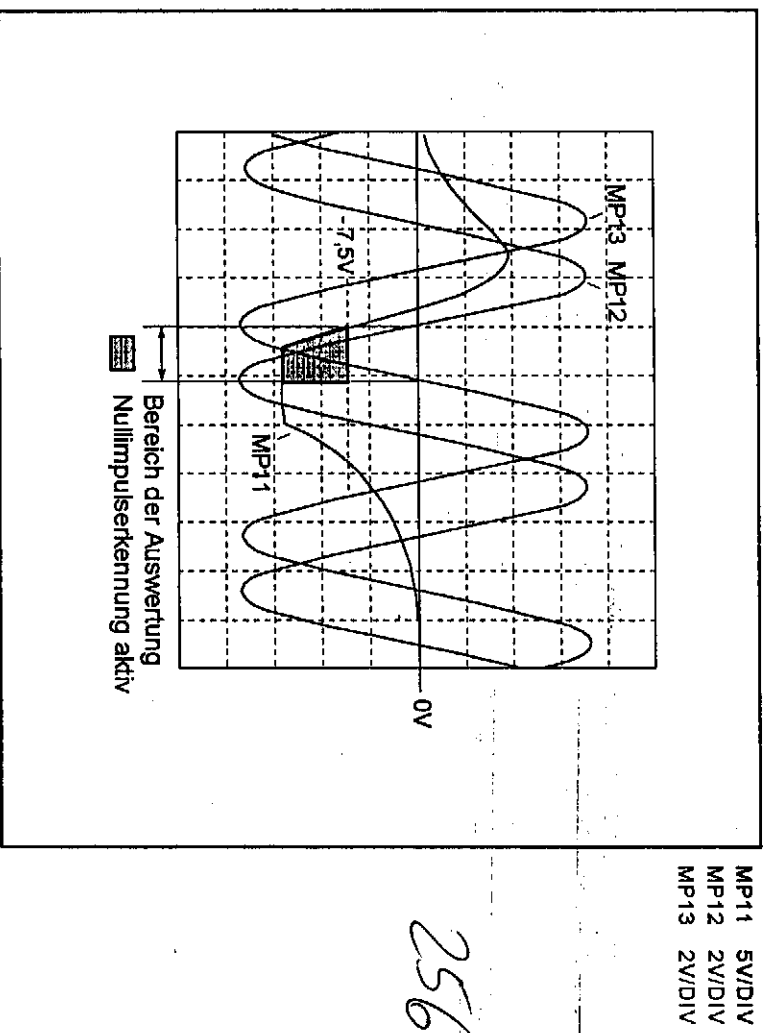

Abb.8.2
- Signalfolge bei Motorrechtsdrehung siehe Abb. 8.2